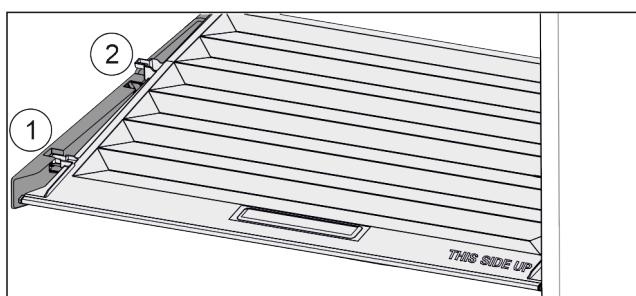

Fig. 126
- Потянуть крышку до отверстия в поддерживающих деталях вперед Fig. 126 (1).
► Поднять сзади снизу и извлечь Fig. 126 (2) движением вверх.